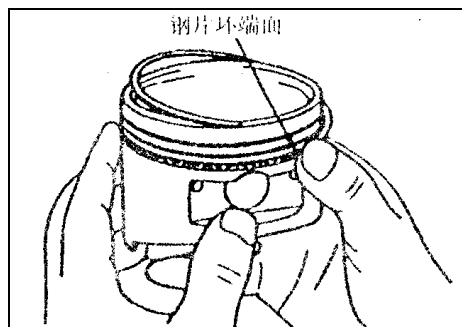

图 3-48
b. 为了安装钢片环，如图 3-48 所示，用手将钢片环的一端装入槽内，然后将它的其余部分压入就位。